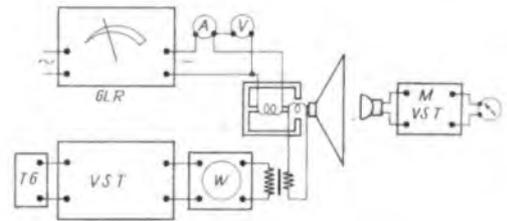

Bild 2. Anordnung zur Messung der Leistungsaufnahme (Belastbarkeit) eines Lautsprechers in Abhängigkeit von der Erregerleistung
spule von einem Tonfrequenz-Generator über einen regelbaren Verstärker, ein Tonfrequenz-Wattmeter (Typ UIT von Rohde & Schwarz) und einen Übertrager gespeist wurde (Bild 2). Bei höchster Feldstärke der Erregung wurde eine Tonfrequenzleistung von 1,15 Watt bei 1000 Hz auf die Schwingpule gegeben. Der Lautsprecher erzeugte einen reinen Sinuston, dessen Lautstärke über ein Tauchspul-Mikrofon und einen Mikrofonverstärker von einem Anzeigelinstrument relativ gemessen wurde (Bild 2). Die Feldstärke der Erregung wurde nun verringert und gleichzeitig die der Schwingpule zugeführte Wechselleistung erhöht, wobei immer auf gleichbleibende Lautstärkeanzeige geachtet wurde. So ergab sich die Kurve nach Bild 3, welche die Erklärung dafür gibt, daß ein guter (und teurer) Lautsprecher eine kleinere Belastbarkeit, aber einen höheren Wirkungsgrad besitzt als ein gleichgroßer Lautsprecher, der mit einem schwächeren (und billigeren) Magneten ausgerüstet ist.
Wenn man nun zwei gleichgroße Lautsprecher, von denen der eine einen starken, der andere einen schwachen Magneten besitzt, mit der gleichen Wechselleistung beschickt, so ergibt derjenige mit dem schwachen Magneten nicht nur eine kleinere Lautstärke, sondern auch ein schlechteres Klangbild, da die hohen Frequenzen benachteiligt werden. Dies ist leicht erklärlich, da der Wirkungsgrad nicht nur mit sinkender Feldstärke, sondern auch nach den hohen Frequenzen hin abnimmt. Die Abnahme ist in Form der zunehmenden erforderlichen Wechselleistung in Bild 4 dargestellt. Die Kurven wurden durch Wiederholung des Versuchs nach Bild 2 mit Frequenzen von 72 Hz bzw. 3500 Hz aufgenommen. Während auf der Resonanzfrequenz von 72 Hz (Kurve A) bei einer Erregung von 10 000 Gauß nur etwa 0,6 Watt erforderlich waren, um die gleiche Lautstärke wie bei 1000 Hz zu erzielen, mußten bei 3500 Hz und 10 000 Gauß schon 1,4 Watt aufgewandt werden (Kurve B). Wurde aber die Feldstärke auf 3000 Gauß erniedrigt so benötigte die gleiche Lautstärke bei 72 Hz eine Wechselleistung von 1,75 Watt, bei 3500 Hz dagegen 9 Watt (1). Da diese 9 Watt von einem durchschnittlichen Rundfunkgerät kaum geliefert werden können, wird also die Wiedergabe der hohen Töne bei einem Lautsprecher mit schwacher Feld-Erregung bzw. mit schwachem Magneten besonders benachteiligt.